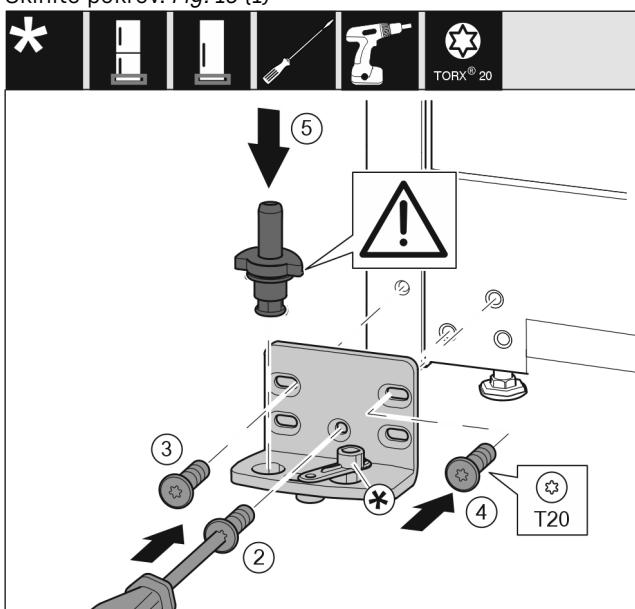

Fig. 14
- Postavite podložak ležaja na drugoj strani i zavijte pomoću odvijača T20. Započnite s vijkom 2 dolje u sredini. Fig. 14 (2)
- Pritegnite vijak 3 i 4. Fig. 14 (3,4)
- Kompletno umetnute podložak ležaja. Pri tome pazite da je ispuštenje za blokiranje okrenuto prema otvara. Fig. 14 (5)